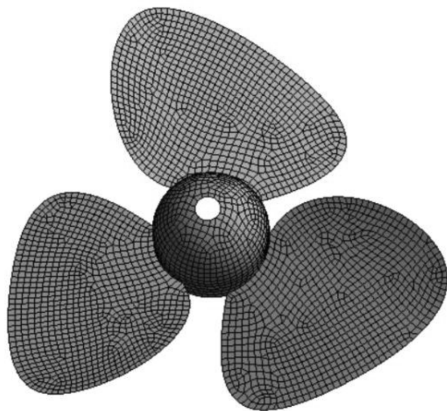

图 4-4 划分网格
(1) 在导航树里单击【Mesh】→【Details of “Mesh”】→【Defaults】→【Relevance】= 80，【Sizing】→【Size Function】= Curvature，【Relevance Center】= Medium，【Max Face Size】= 5mm，其他默认。
(2) 生成网格：右键单击【Mesh】→【Generate Mesh】，图形区域显示程序生成的网格模型，如图 4-4 所示。
(3) 网格质量检查：在导航树里单击【Mesh】→【Details of “Mesh”】→【Quality】→【Mesh Metric】= Skewness，显示 Skewness 规则下网格质量详细信息，平均值处在好水平范围内，展开【Statistics】显示网格和节点数量。